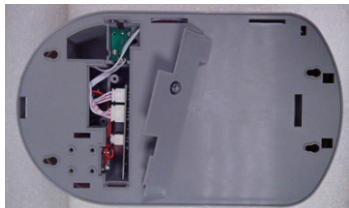

Рис.1
1. На тыльной стороне корпуса дозатора отвернуть один винт и снять крышку отсека платы управления; (Рис.1).